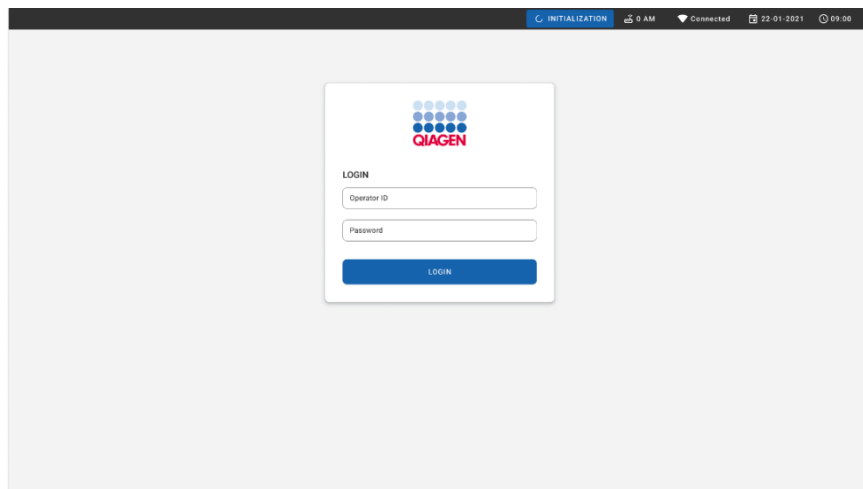

Figura 50. Tela Login.
3. Efetue o login no sistema quando a tela Login aparecer (Figura 50).